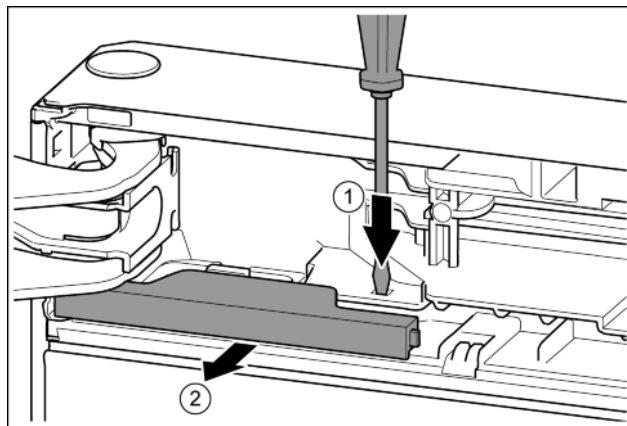

Fig. 9
- Нажать накладку шлицевой отвёрткой. Fig. 9 (1)
- Вынуть крышку из зацепления. Fig. 9 (2)